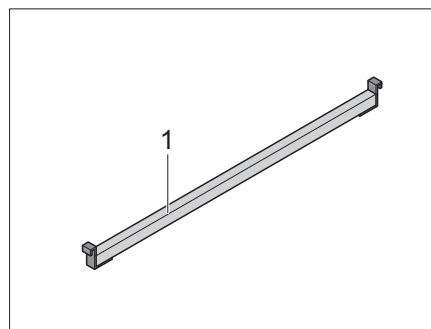

Fig. 58 Listón adicional
- Colocar listón adicional (Fig. 58,1) entre los bancos de asiento.